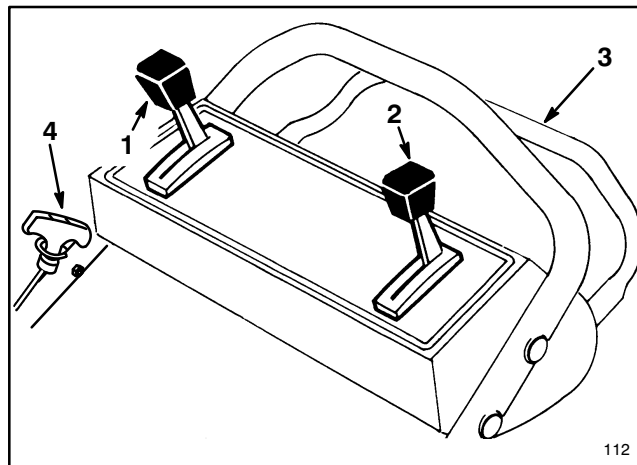

Abbildung 9
STEURVORRICHTUNG — Gashebel, Geschwindigkeitshebel, Antriebshebel und Seilstarter befinden sich am oberen Griff (Abb. 9).
6. **FAHRGESCHWINDIGKEIT** (Abb. 9) — Schieben Sie den Hebel für die Fahrgeschwindigkeit in die